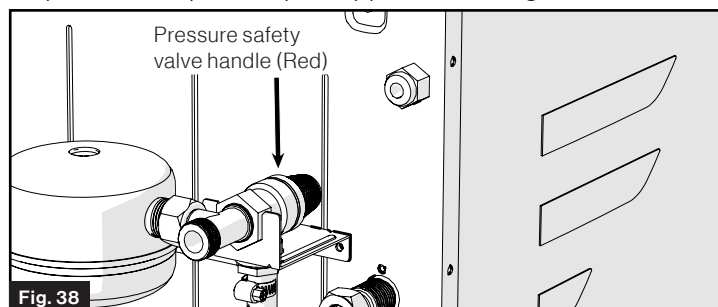

Fig. 38
9. Inspectez la valve de sécurité de surpression afin de vous assurer qu'elle ne coule pas (absence de résidus d'eau). Voir « Entretien de la valve de sécurité de surpression » pour une inspection plus approfondie. (Fig. 38)